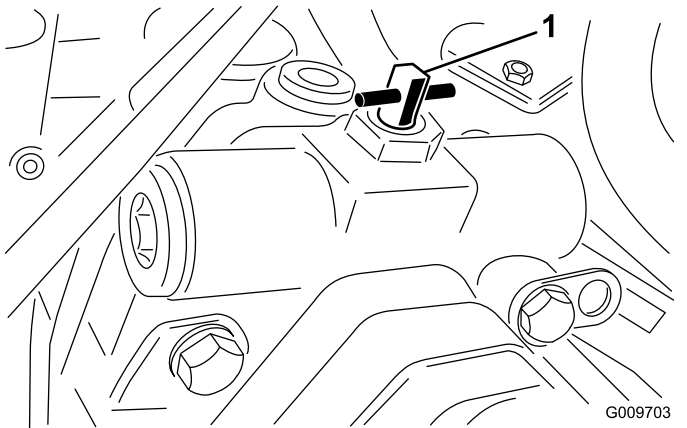

Bild 90
- Öffnen Sie das Abschlepp-Sicherheitsventil der Traktionspumpe, indem Sie es um 90° (1/4 Umdrehung) in eine der beiden Richtungen drehen (Bild 90).